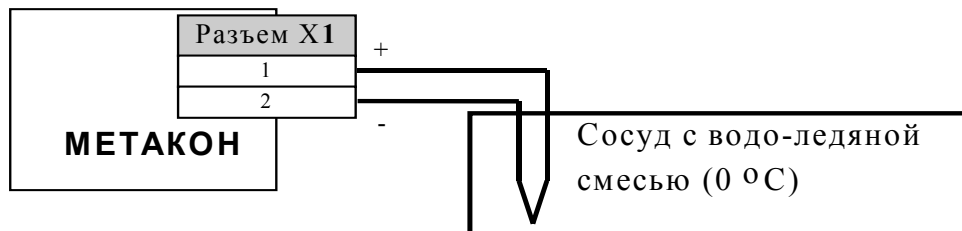

Рис. 8.4
8.4.1 Собрать схему приведенную на рис.8.4.